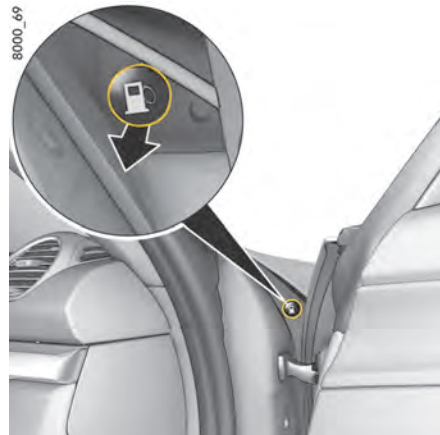

Fig 186 : Actionnement de secours de la trappe de réservoir
2. Tirez le bouton dans la feuillure de la porte droite (Fig. 186).